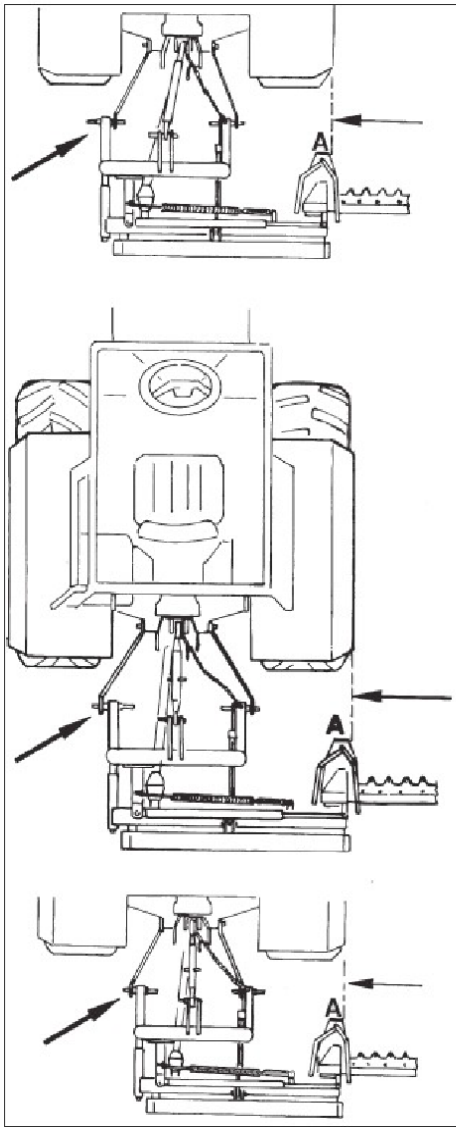
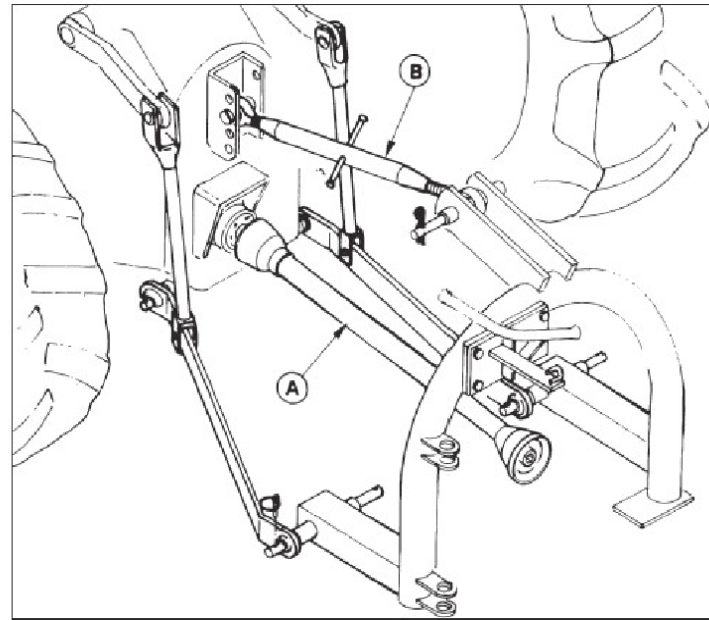
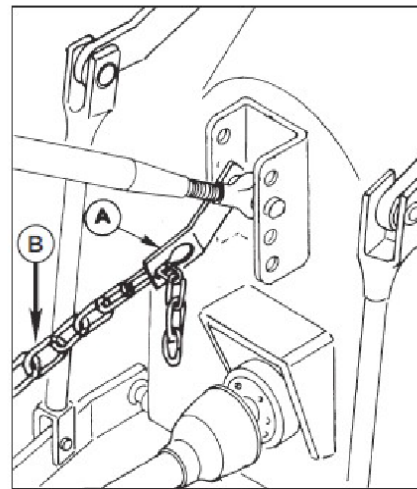
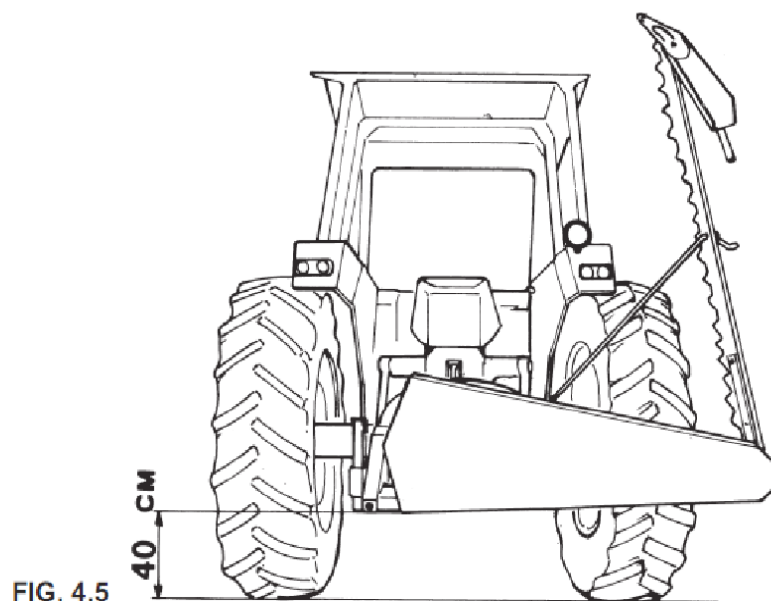

FIG. 4.2
FIG. 4.3
FIG. 4.4
FIG. 4.5
Secondo la carreggiata del trattore utilizzare i perni interni od esterni in modo che la slitta interna della barra (A) si trovi all'interno della ruota del trattore (Fig. 4.2).
Collegare l'albero cardanico (A) ed il braccio terzo punto (B) (Fig. 4.3). Inserire la piastra attacco catena (A) nel perno terzo punto (Fig. 4.4).
In alternativa per l'aggancio della catena (B) (Fig. 4.4) utilizzare il cavalletto in dotazione ad un foro della struttura del trattore, purchè si trovi all'incirca alla stessa altezza dell'attacco terzo punto.
IMPORTANT: According to the type of tractor you have use either internal or external pins "A" (see drawing below) so that internal skid of sickle bar mower "A" (Fig. 4.2) remains behind tractor wheel.
Connect P.T.O. shaft "A" and three point hitch top link "B" (Fig. 4.3).
Attach chain hitch plate to three point hitch (Fig. 4.4) (A) or use "U" bolt (supplied by us) to connect chain to tractor. Make sure that chain is connected at approximately same height of three point hitch and to a rigid location of tractor.
Según la anchura del carril del tractor, emplear los pernos internos y externos de forma que la corredera interna de la barra (A) se encuentre detrás de la rueda del tractor (Fig. 4.2). Conectar el árbol Cardán (A) y el brazo tercer punto (B) (Fig. 4.3). Introducir la plancha de enganche de la cadena (A) en el perno tercer punto (Fig. 4.4). O bien, para el enganchar de la cadena (B) (Fig. 4.4) se puede emplear el perno de U en dotación, fijándolo a un agujero de la estructura del tractor, siempre que éste se encuentre aproximadamente a la misma altura del enganchar tercer punto.
Selon l'écartement du tracteur, utiliser les pivots internes ou externes de façon à ce que le patin interne de la barre (A) se trouve à l'intérieur de la roue du tracteur (Fig. 4.2).
Raccorder l'arbre cardan (A) et le bras troisième point (B) (Fig. 4.3).
Insérer la plaque attache chaîne (A) dans le pivot troisième point (Fig. 4.4).
Comme alternative pour accrocher la chaîne (B) (Fig. 4.4) utiliser l'anneau de fixation fourni et l'accrocher à un orifice de la structure du tracteur à condition qu'il se trouve à peu près à la même hauteur que l'attache troisième point.
Agendo sul sollevatore, alzare la macchina e regolare la catena (Fig. 4.4) in modo che l'albero cardanico sia all'incirca in posizione orizzontale.
La parte inferiore del telaio si troverà a circa 40 Cm. da terra (Fig. 4.5).
Using hydraulic lift raise sickle bar mower and adjust chain (Fig. 4.4) so that P.T.O. shaft is horizontal position.
Clearance of lower part of sickle bar mower frame should be of 40 cm. (15.7 Inches) from ground (Fig. 4.5).
Levantar la máquina con el elevador y regular la cadena (Fig. 4.4) de forma que el árbol Cardán se encuentre más o menos en posición horizontal. La parte inferior del chasis se encontrará a unos 40 cm. del suelo (Fig. 4.5).
En agissant sur l'élevateur, lever la machine et régler la chaîne (Fig. 4.4) de façon à ce que l'arbre cardan se trouve à peu près en position horizontale.
La partie inférieure du châssis se trouvera à environ 40 Cm. du sol (Fig. 4.5).